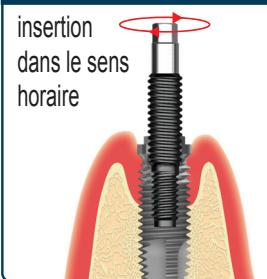

Fig. 1
2. Sélectionnez une vis d'extracteur d'implant correspondant à l'implant concerné (voir « Liste de compatibilité » dans cette brochure) et vissez-la dans l'implant **dans le sens horaire** à l'aide du tournevis hexagonal (Fig. 1).